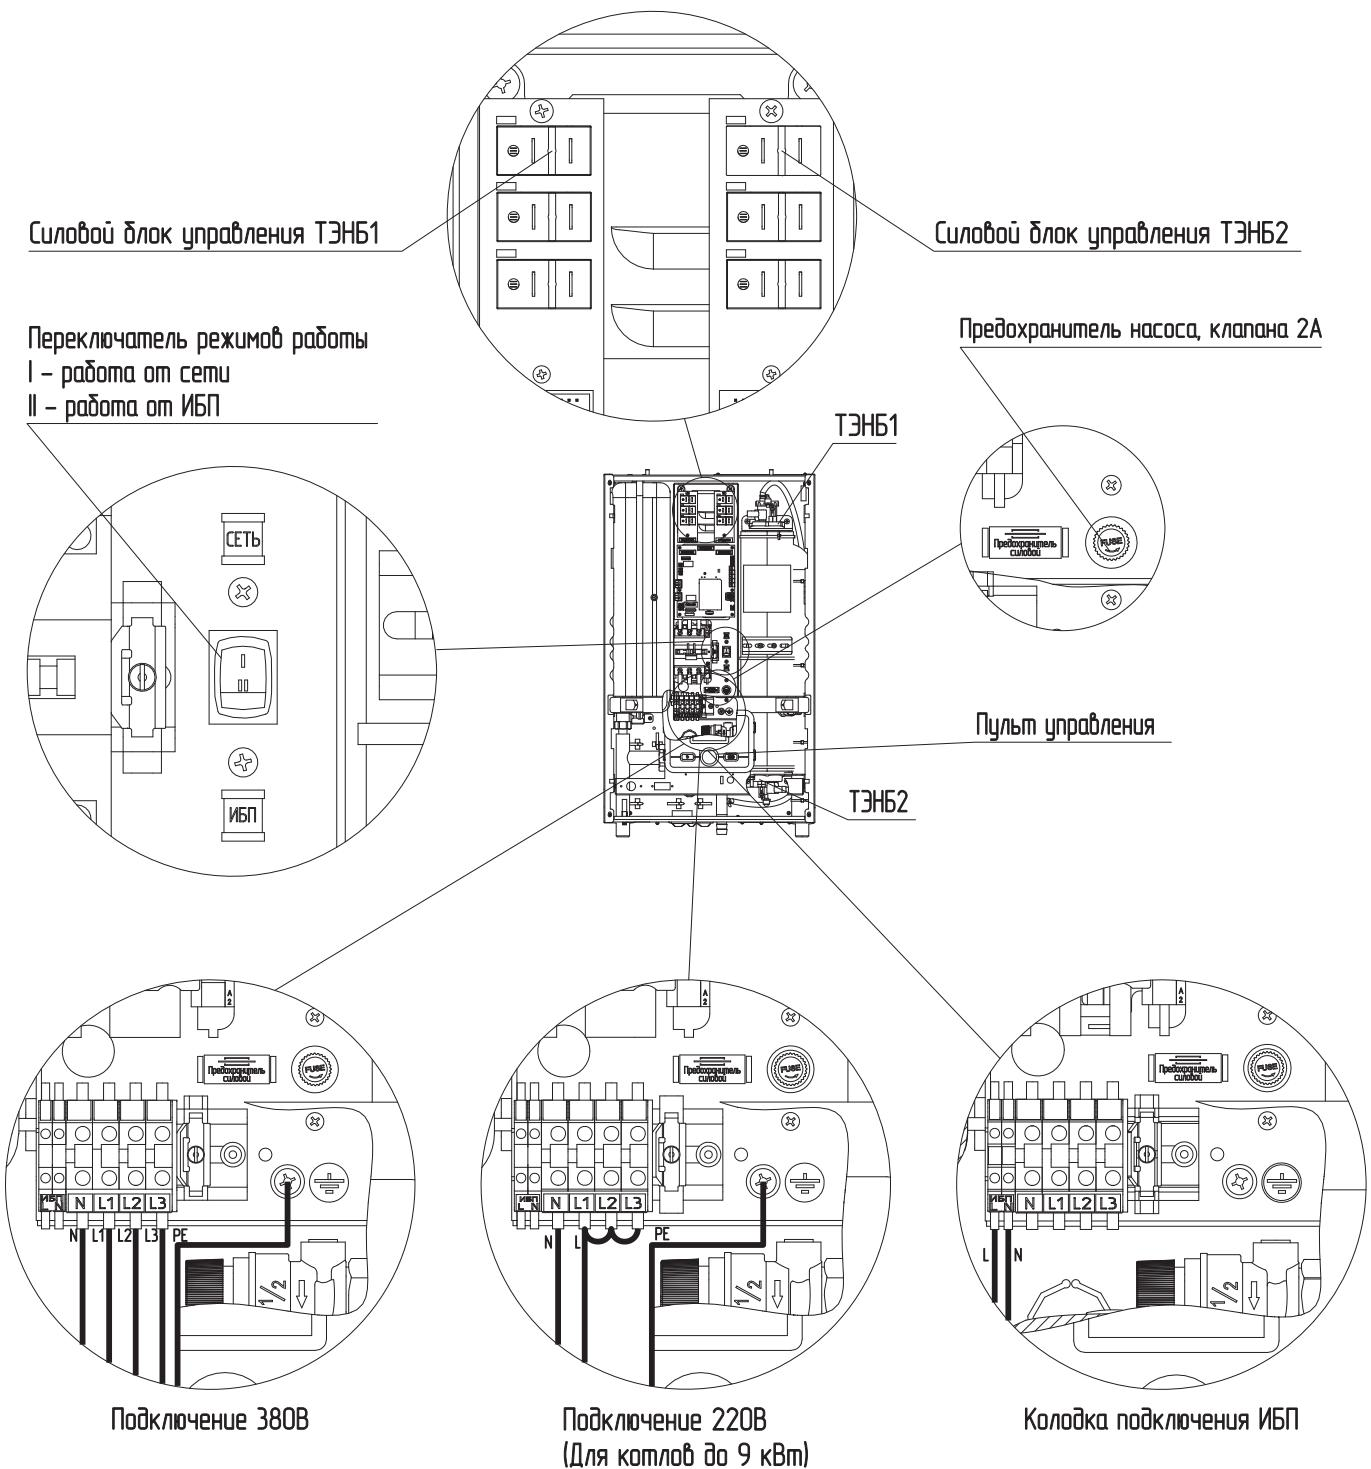

Рис.4 Схема подключения котла электрического STOUT STATUS 5-9 кВт
- подключить провода фазы «L» к колодке (**Рис.4** для котлов 5-9 кВт и **Рис.5** для котлов 12-27 кВт);
- подключить провода нейтрали «N» к колодке (**Рис.4** для котлов 5-9 кВт и **Рис.5** для котлов 12-27 кВт);
- переведите переключатель (**Рис.4** для котлов 5-9 кВт и **Рис.5** для котлов 12-27 кВт) в положение II (ИБП).